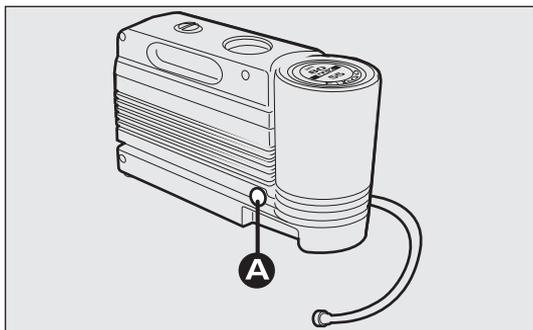

fig. 172
- presione el botón A-fig. 172 para soltar el recambio;